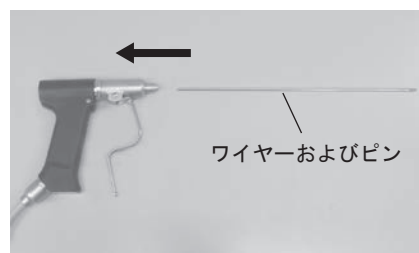

図 4
- ・ワイヤーおよびピン装着口よりワイヤーおよびピンを差し込み、任意の長さに調整します。(図 4)